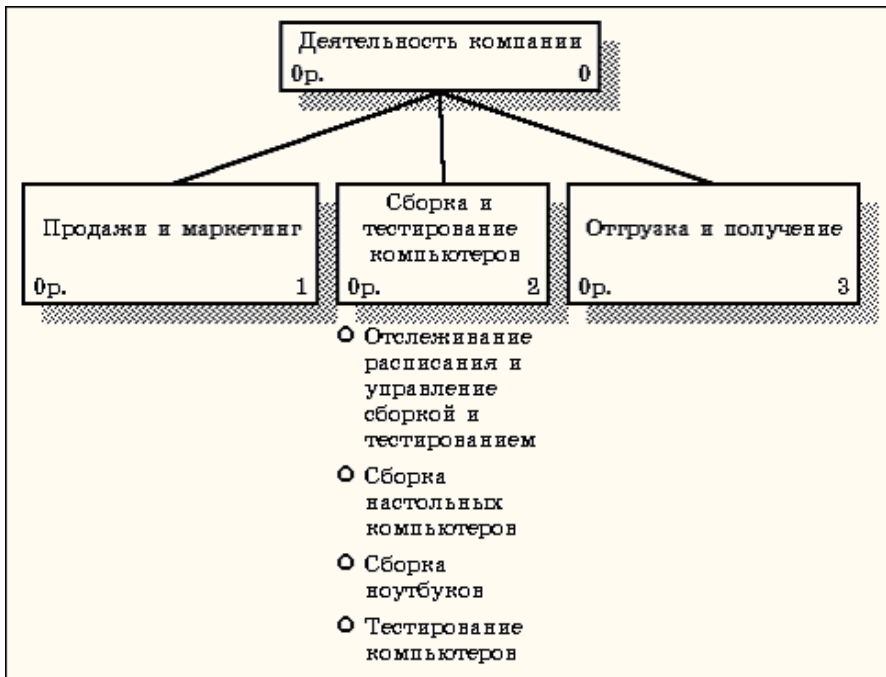

Рисунок 4.4 - Диаграмма дерева узлов
- Щелкните по кнопке **Finish**. В результате будет создана диаграмма дерева узлов (**Node tree Diagram**) (рисунок 4.4).